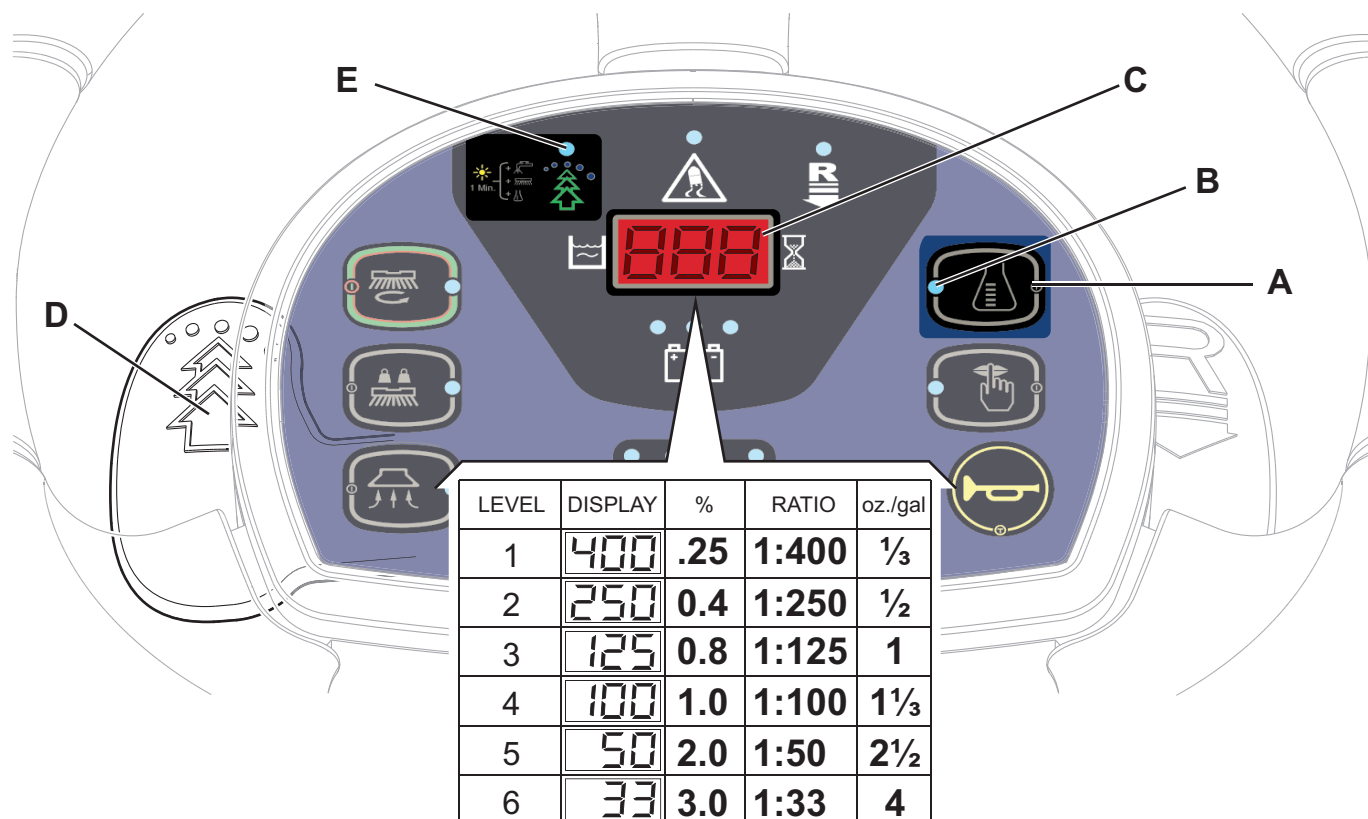

Figure 4
Le système pour le mélange du détergent à l'eau de lavage est activé en appuyant sur le bouton-poussoir de réglage du pourcentage de détergent (A, Fig. 4) : si le DEL (B) est allumé, le détergent est ajouté à l'eau de lavage.
1. Désactiver le bouton de réglage du pourcentage de détergent (A) [la DEL (B) doit être éteinte].
2. Appuyer et maintenir le bouton de réglage du pourcentage de détergent (A) jusqu'à ce que la DEL (B) clignote.
3. Relâcher le bouton (A). Appuyer à nouveau rapidement sur le bouton-poussoir pour passer au niveau successif indiqué par l'afficheur (C) comme le montre le tableau dans la figure 4 ; répéter la procédure jusqu'à atteindre le niveau désiré.
4. Attendre jusqu'à ce que le DEL (B) arrête de clignoter : la configuration du nouveau niveau est terminée.
Soulever le levier EcoFlex (D, Fig. 4) à chaque fois qu'une plus grande puissance de lavage est temporairement nécessaire. En soulevant le levier (D) [DEL (E) clignotante], le flux de solution augmente, la fonction d'extra-pression des brosses est activée et (pour les machines équipées du système EcoFlex) la concentration de détergent augmente dans la solution (si la fonction de mélange du détergent est désactivée, elle s'active automatiquement).. En soulevant à nouveau le levier (D), les réglages initiaux sont rétablis [DEL (E) allumé].